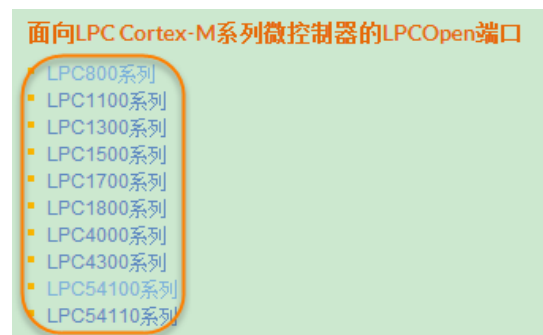

图 3
- 进入 LPCOpen 库和示例界面后，可以根据所使用的 Device 系列选择对应的 LPCOpen（图 3 所示）；